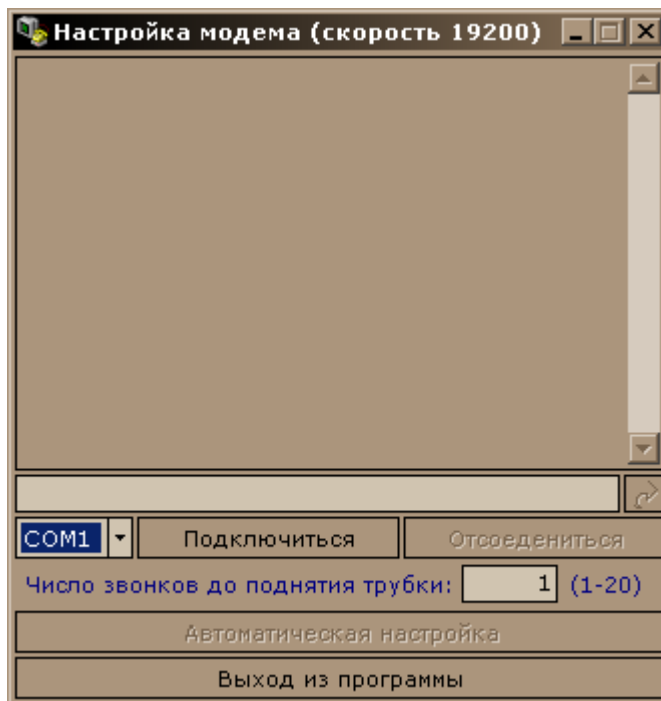

рис. 1
1. Перед тем, как подключать модем к теплосчетчику, его необходимо настроить. Для этого модем подключается к ПК и запускается программа **ModemConfig.exe** (Внешний вид программы приведён на рис.1).
Для ввода команды в ручном режиме необходимо подключиться к модему, набрать ее в поле команд (см рис. 1) и нажать клавишу «Enter».